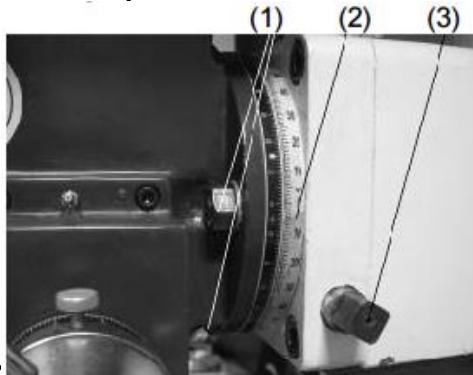

Рис.7
Зафиксируйте консоль 2 рукоятками (1), рис.7 Для поворота консоли необходимо ослабить 4 фиксирующих винта (3) и поворачивая вручную, установить консоль в необходимое положение. Угол поворота можно контролировать по шкале (4), Рис.5. Зафиксируйте консоль 4 винтами (3).
Для наклона фрезерной головы вертикального шпинделя необходимо ослабить 2 гайки (1), извлечь позиционирующий штифт и поворачивая ключом 4x-гранный винт (3) влево или вправо, установить голову в необходимое положение, угол наклона можно контролировать по шкале (2), Рис.7. Зафиксируйте выбранное положение, затянув 2 гайки (1).